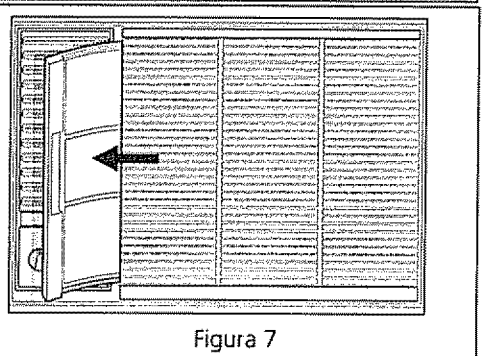

Figura 7
- Los modelos con rejillas de seis direcciones tienen un filtro deslizable. Tome la manija del filtro y tirelo del panel frontal (figura 7)